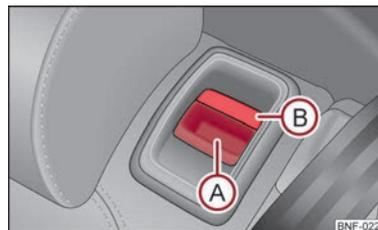

Fig. 36 Sbloccaggio dello schienale
- Premendo la maniglia di sbloccaggio  ⇒ fig. 36 sbloccare lo schienale e ribaltarlo in avanti.
- Accertarsi che la tacca rossa  ⇒ fig. 36 non sia più visibile.